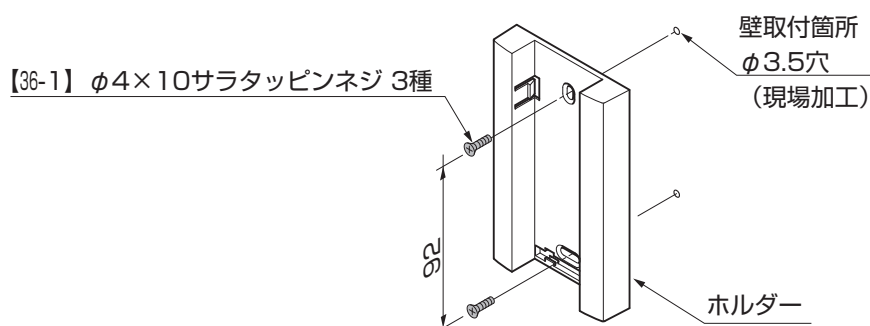

図10-2 ホルダーの取付け
②ホルダーを、目隠材などのシャッター開閉が確認できる所に、【36-1】 で取付けてください。(図10-2参照)
●壁取付箇所にはφ3.5穴をあけてから取付けてください。(図10-2参照)